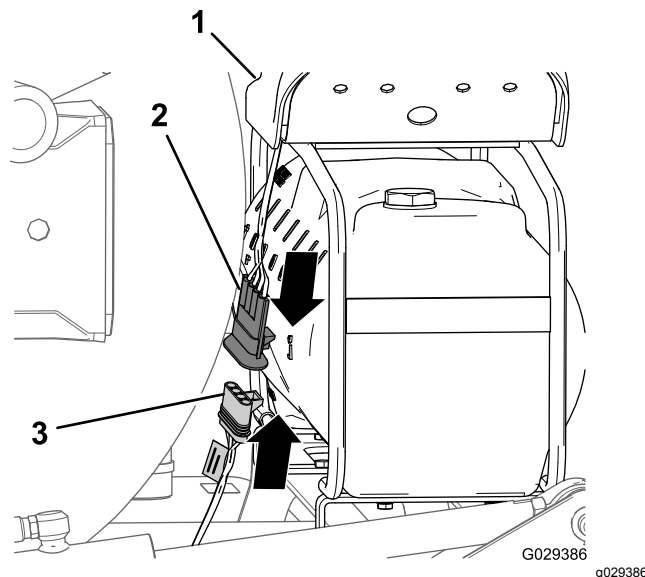

Figura 146
1. All'estremità della diramazione da 236 cm del cablaggio preassemblato, allineate il connettore a 4 prese del cablaggio preassemblato per il kit di finitura al connettore a 4 pin del cablaggio preassemblato proveniente dal compressore (Figura 146).
2. Inserite il connettore a 4 pin nel connettore a 4 prese (Figura 146).